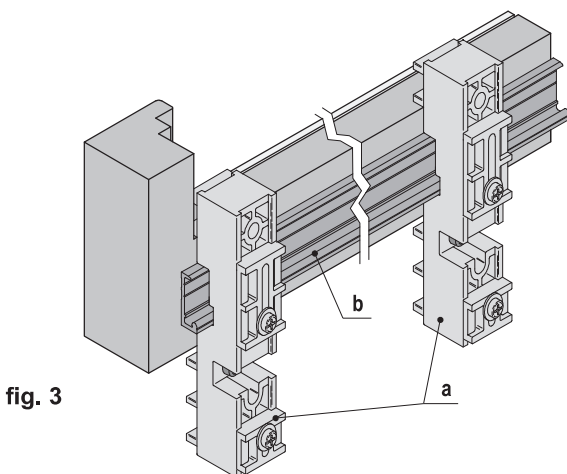

fig. 3
- 3) Posizionare la guida sul traverso superiore del telaio con l'aiuto delle dime (fig. 3) e bloccare il tutto con morsetti.